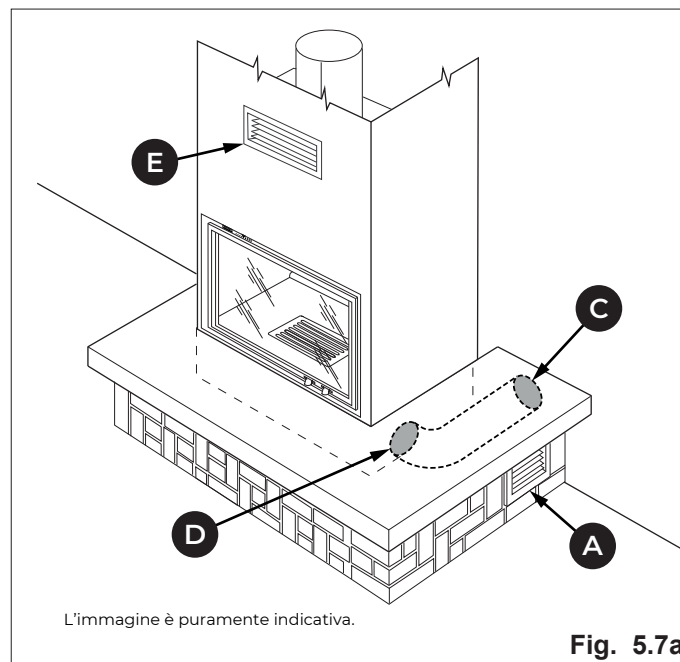

Fig. 5.7a
- **(Fig. 5.7a):** presa d'aria esterna (C) canalizzata fino al focolare. Griglia inferiore in dotazione per il ricircolo dell'aria ambiente (A) sul rivestimento;